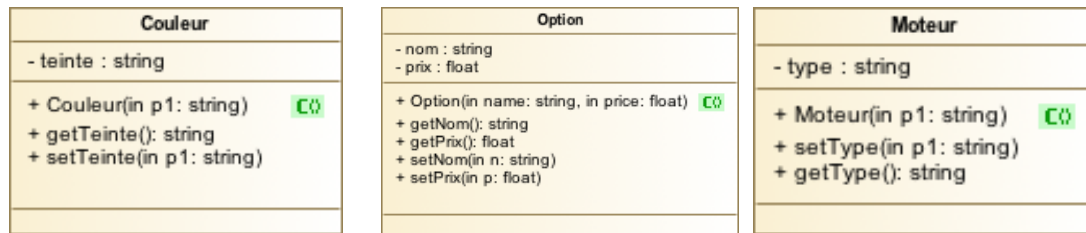

FIGURE 1.1 – Diagramme de classe UML des classes `Couleur`, `Option` et `Moteur`.
- Couleur (voir Figure 1.1 gauche),
- Option (voir Figure 1.1 milieu),
- Moteur (voir Figure 1.1 droite).